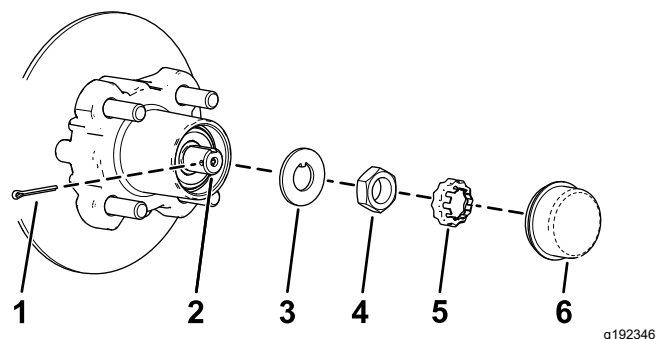
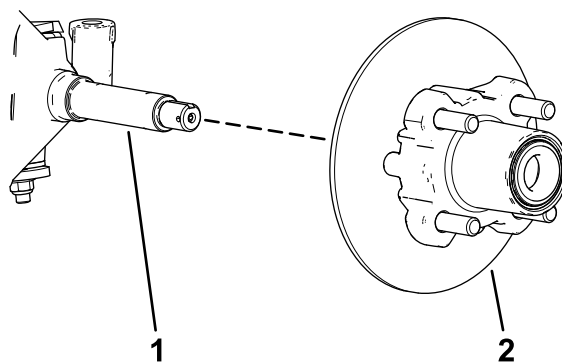

Figura 34
Figura 35
4. Rimuovete il coperchietto antipolvere dal mozzo (Figura 34).
5. Rimuovete la coppiglia e il fermadado dal mandrino e dal relativo dado (Figura 34).
6. Rimuovete il dado del mandrino dal mandrino e separate il gruppo mozzo e rotore dal mandrino (Figura 34 e Figura 35).